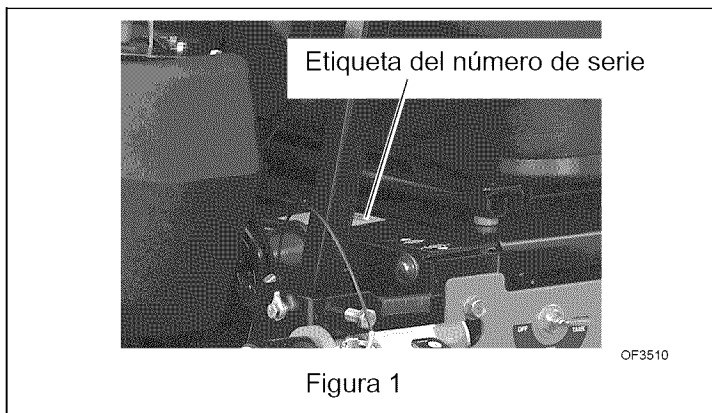

Figura 1
- Los números están situados en el formulario de registro del producto del paquete de documentación. Se hallan impresos en una etiqueta de número de serie localizada en la estructura de la unidad (Figura 1).